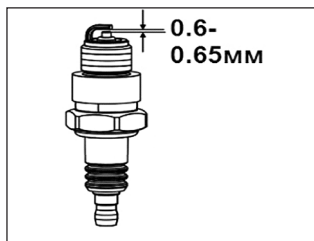

Рис. 19 Проверка свечи зажигания
4. Измерьте зазор между электродами свечи зажигания специальным щупом (Рис. 19). При увеличении или уменьшении требуемого зазора рекомендуется заменить свечу, так как регулировка зазора может привести к изменению качества искрообразования.